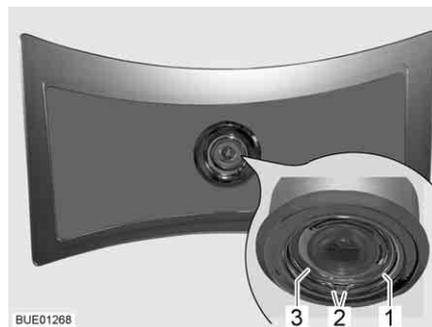

Fig. 201 Lámpara de techo
- Comprimir el pestillo con muelle (Fig. 201,1) por ambos extremos (Fig. 201,2) y retirarlo.
- Sacar la carcasa (Fig. 201,3) con LED de la lámpara.